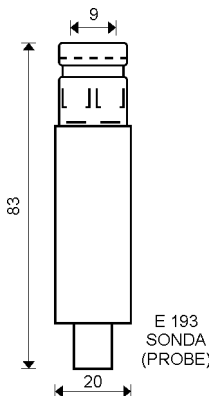

Fig.2
The probes are supplied by alternate current, so that electrolysis does not take place. E 193 (fig.2) is a type of probe widely applied.
- Sonda "MAX 2": per il controllo del livello massimo 2. Queste due sonde comandano il relé RB. Le sonde sono alimentate in corrente alternata, quindi non si presenta il ben noto fenomeno dell'elettrolisi. Un tipo di sonda molto utilizzato è l'E 193 (fig.2).